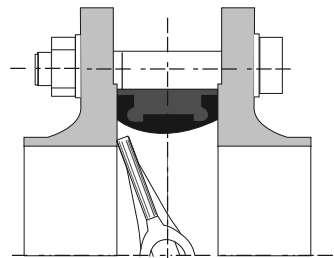

Abbildung 3: Falscher Einbau
- ▶ Blockieren der Klappenscheibe (siehe Abbildung 3).